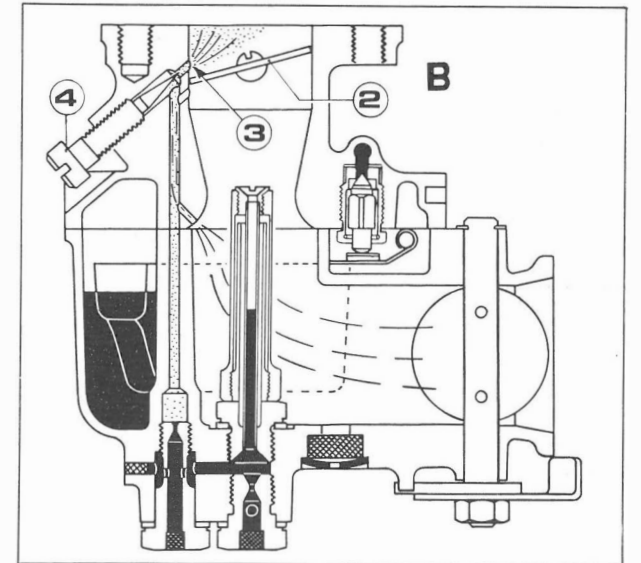

Fig. 34
B – Au ralenti, avec le papillon mélange fermé (2) et papillon starter ouvert, l'aspiration du piston met en dépression le conduit du ralenti à travers le trou (3) en bas du papillon. Le dispositif du ralenti comprend la vis de réglage (4) pour doser le mélange (Fig. 34).
B – Idling: choke valve (1) is open and throttle valve (2) closed; piston draught creates a vacuum in the region next to slow running port (3), thus fuel is forced out of the slow running jet to mix with the stream of air rushing through idle passage. Idle mixture adjustment screw (4) is to set best slow running speed (Fig. 34).
B – Bei Leerlauf mit geschlossener Drosselklappe (2) und offener Starterklappe erzeugt das Ansaugen des Kolbens einen Unterdruck im Leerlaufkanal durch die Öffnung (3) im Ansaugkanal hinter der Drosselklappe. Die Leerlaufvorrichtung schliesst die Leerlaufgemischregulierschraube (4) ein (Abb. 34).